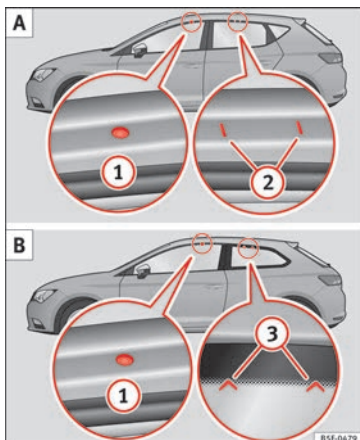

Fig. 183 Leon/Leon SC: puntos de fijación de las barras longitudinales para el portaequipajes del techo.
Los puntos de fijación delanteros y traseros (1) y (2) sólo pueden verse con las puertas abiertas » » fig. 183 A.
Los puntos de fijación delanteros (1) sólo pueden verse con las puertas abiertas. Los puntos de fijación traseros (3) están marcados en el borde superior del cristal lateral con puntas de flecha » » fig. 183 B.